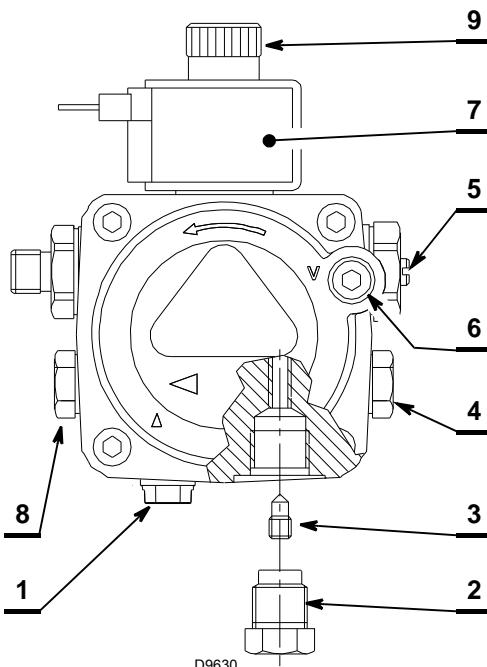

Fig. 17
- Si es necesario, volver a calibrar la presión con el tornillo 5 Fig. 17.